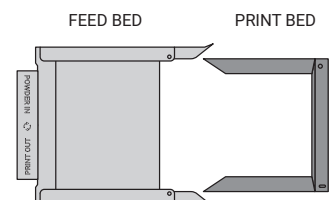

Abb. 3.2 Die richtige Anordnung der IO BOX, die es dem/der Benutzer/in ermöglicht, den fertigen Printout zu entnehmen.
6. Lege die gefaltete IO BOX (In and Out) in die Prozesskammer. Vergewissere Dich, dass die Elemente wie in der Abb. 3.2 angeordnet sind.